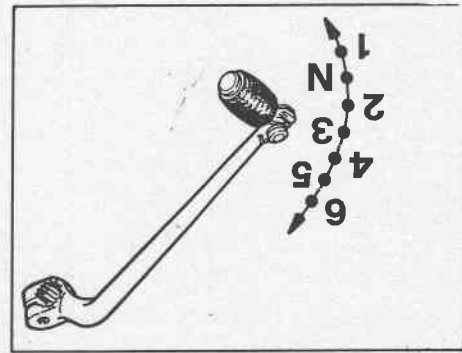

Fig. 8 - Pedale settore.
- mettere il cambio in posizione di folle (Fig. 8);
- dopo aver fatto girare in folle il motore per alcuni minuti in modo da portarlo a temperatura ottimale di esercizio ed abbassato la leva dello starter tirare a fondo la leva della frizione e innestare la 1a marcia (pedale verso il basso fig. 8);